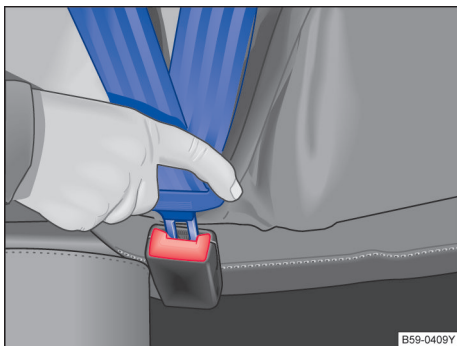

图 27 安全带锁扣和插口
- 将锁舌插入所属座椅的安全插锁内，下压，直至听到啮合声 → 图 27。安全带锁舌被锁扣锁止。